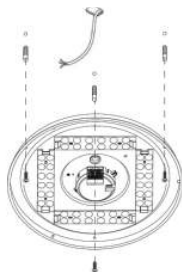

fig.2
- 3. fig. 2:** Sujete la base contra la pared y marque los puntos por donde debe taladrar. Haga los agujeros e introduzca los pasadores. Use el material apropiado según sean paredes de madera o estructuras ligeras. Pase el cable por los agujeros de la base. Ajuste bien la base con tornillos.